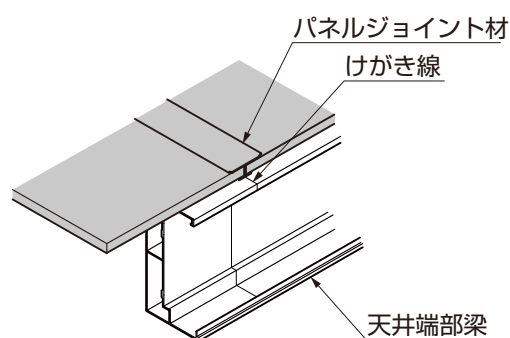

図5-21 中心合わせ
- パネルジョイント材を天井端部梁のケガキ線（中心線）の上に天井面材の中心を合わせて置いてください。（図5-21参照）